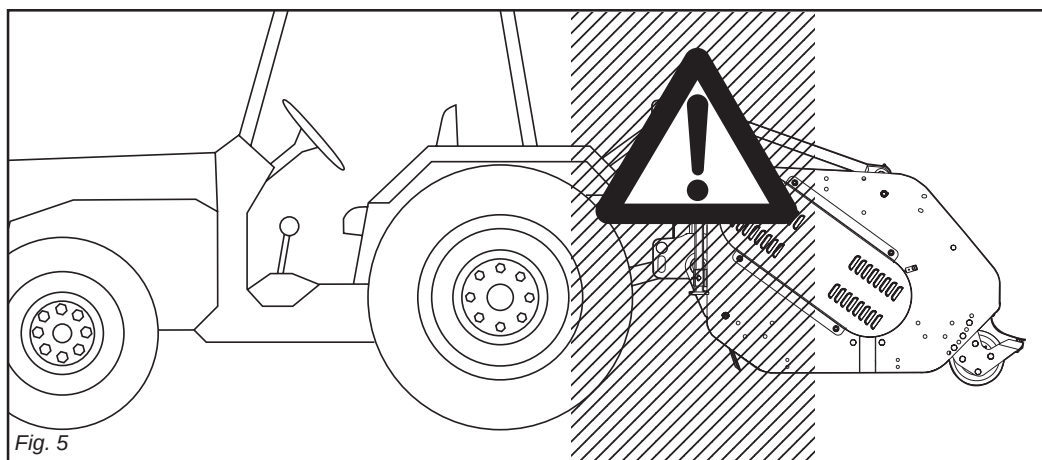

Fig. 5
- 27) È assolutamente vietato interporci tra il trattore e la macchina (Fig. 5) con motore acceso e cardano inserito nonché senza aver azionato il freno di stazionamento. Mantenersi ad una distanza di sicurezza dalla macchina in lavoro, per possibili lanci di corpi contundenti.
- 30) È assolutamente vietato interporci fra il trattore e l'attacco della macchina per manovrare il comando dall'esterno per il sollevamento (Fig. 5).
- 27) It is absolutely forbidden to stand between the tractor and the implement (Fig. 5) when the engine is running and the cardan shaft is engaged without having first engaged the hand brake. Keep a safe distance from the shredder at work to avoid being hit by possible flying stones, etc.
- 30) It is absolutely forbidden to stand between the tractor and the implement when manoeuvring the lift control from the outside (Fig. 5).
- 27) Il est absolument interdit de se mettre entre le tracteur et l'appareil (Fig. 5) quand le moteur est en marche et le cardan enclenché, sans avoir tiré le frein de stationnement. Se tenir à une distance de sécurité du broyeur en fonctionnement, à cause du lancement possible d'objets contondants.
- 30) Il est absolument interdit de se mettre entre le tracteur et l'attelage pour manoeuvrer la commande de relevage de l'extérieur (Fig. 5).
- 27) Es ist absolut verboten, bei laufendem Motor und eingeschalteter Gelenkwelle zwischen den Schlepper und das Gerät zu treten (Abb. 5). Dazu muß die Feststellbremse gezogen werden. Achten Sie bei der Arbeit mit der Häckselmaschine auf den nötigen Sicherheitsabstand aufgrund der Auswurfgefahr stumpfer Gegenstände.
- 30) Es ist absolut verboten, zwischen den Schlepper und den Anschluß zu treten, um die Aushebung von außen zu betätigen (Abb. 5).
- 27) Está terminantemente prohibido colocarse entre el tractor y el equipo (Fig. 5) con motor encendido y cardán inserido, o sin haber accionado el freno de estacionamiento. Manténgase a una distancia de seguridad del triturador durante el trabajo, porque puede proyectar objetos.
- 30) Está absolutamente prohibido colocarse entre el tractor y el enganche para maniobrar el mando desde el externo en la fase de elevación (Fig. 5).